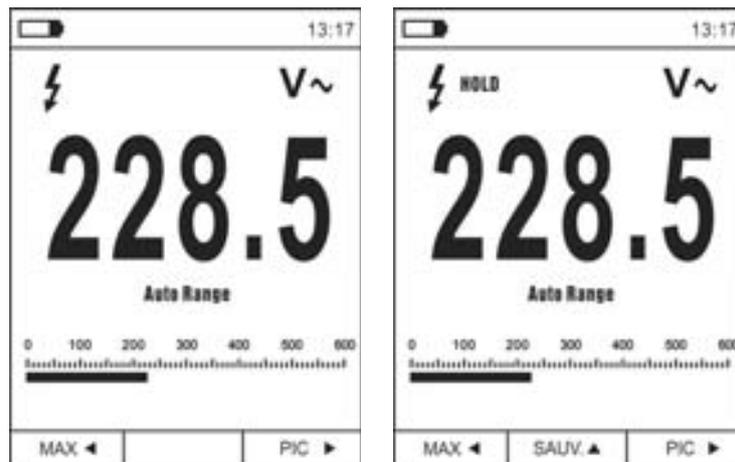

Fig. 7: Sauvegarde de la valeur fixée à l'écran
1. Appuyer sur la touche **HOLD/REL** pour fixer le résultat. Le message « HOLD » apparaît à l'écran et la touche **SAUV. ▲** (voir Fig. 7 - partie droite)